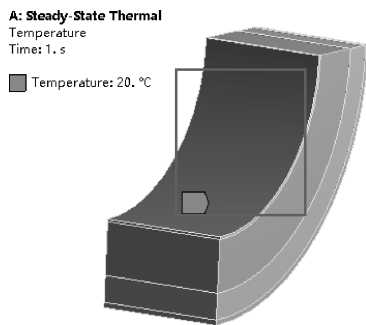

图 3-5 施加温度边界条件
(1) 选择【Steady-State Thermal (A5)】。
(2) 施加内层表面温度 20℃：在标准工具栏中单击，选择座舱的内层表面，在工具栏中选择【Temperature】→【Detail of “Temperature”】→【Definition】→【Magnitude】= 20℃，如图 3-5 所示。